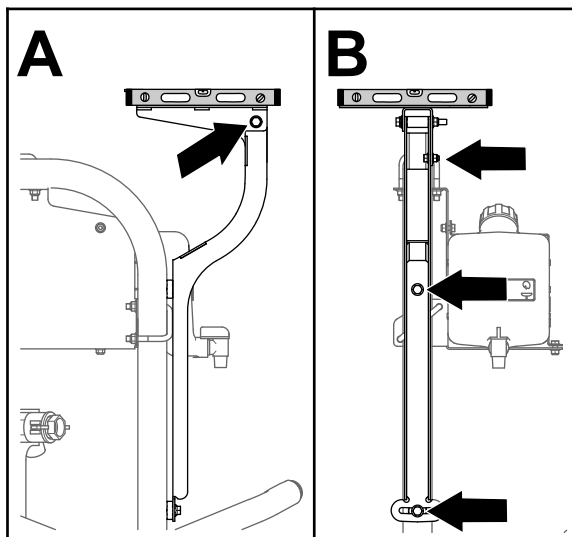

Bild 154
3. Nivellieren Sie die Empfängerplatte seitlich (Bild 154).
5. Nivellieren Sie die Empfängerplatte in Längsrichtung (Bild 154).